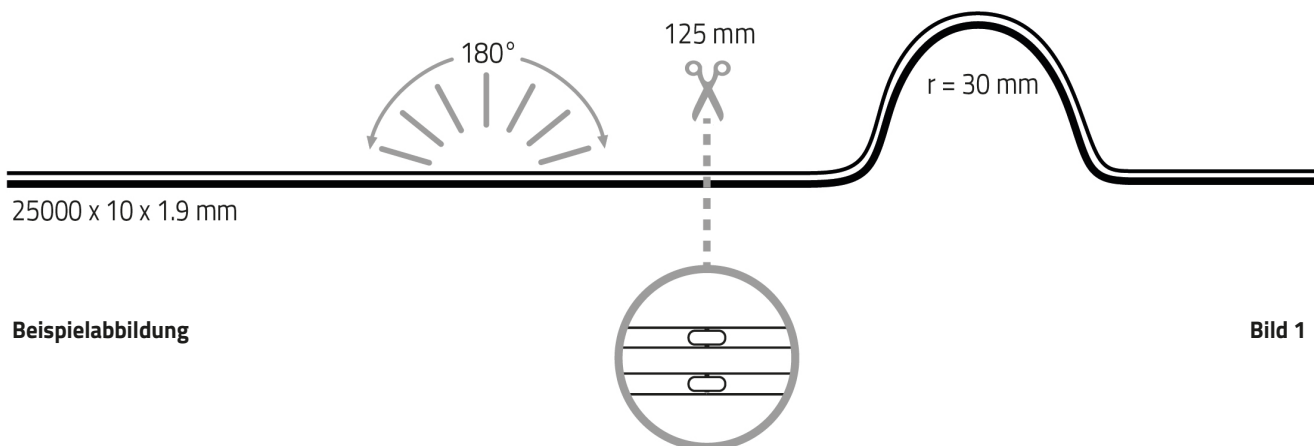

Bild 1
2. **VARDIFLEX** LED-Strip, falls erforderlich, kürzen (Bild 1).
VARDIFLEX LED-Strip kann jeweils nach **zweiundvierzig LEDs (125 mm)** getrennt werden (Bild 1).
2. Shorten **VARDIFLEX** LED strip if necessary (fig. 1).
LED strip can be separated in each case after **fortytwo LEDs (125 mm)** (fig. 1).